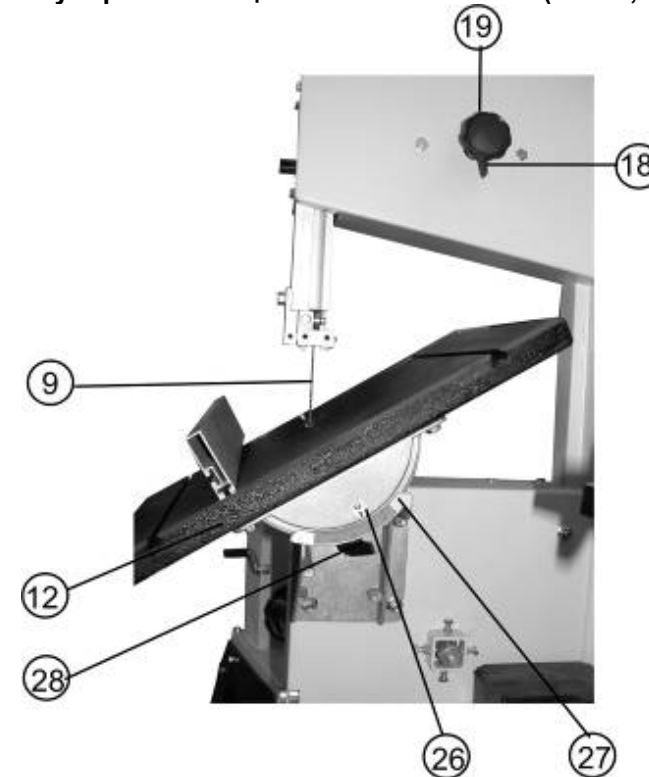

Рис. 8
11.2. Установка рабочего стола под углом к пильной ленте (Рис. 8)
11.3. Регулировка смещения пильной ленты (Рис. 8, 9, 10, 12)